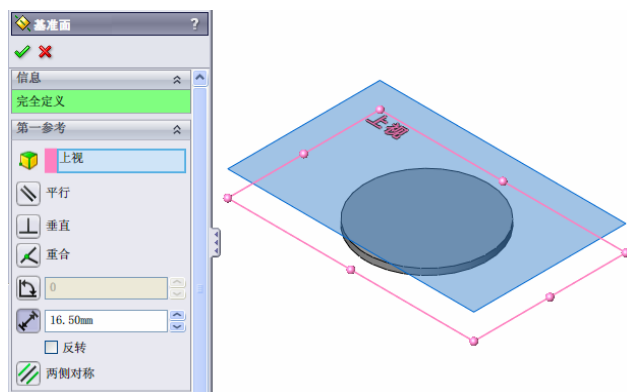
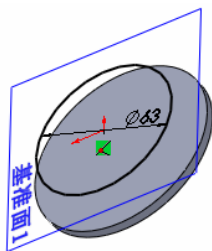

图 4-108 插入基准面 1
图 4-109 绘制圆
⑤ 建立基准面。选择 FeatureManager 设计树中的“上视基准面”，然后单击菜单栏中的“插入”→“参考几何体”→“基准面”命令，或者单击“参考几何体”工具栏中的“基准面”按钮。在属性管理器中的微调框中设置偏移距离为 16.5mm，如图 4-108 所示，单击“确定”按钮，生成基准面 1。
⑥ 新建草图。单击“草图”工具栏中的“草图绘制”按钮，在基准面 1 上打开一张草图。
⑦ 绘制圆。单击“草图”工具栏中的“圆”按钮，绘制一个以原点为圆心，直径为 63mm 的圆，如图 4-109 所示。退出草图绘制。